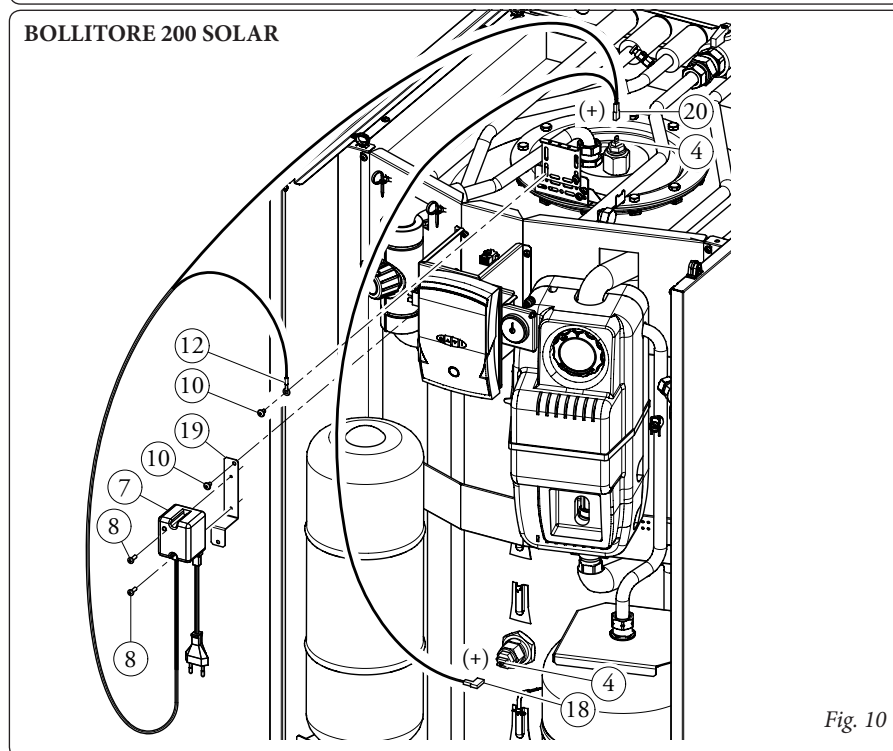

Fig. 10
- Montare la centralina (7) con le viti (8) sulla piastrina di fissaggio (19) (Fig. 10).
- Montare la piastrina (19) sul bollitore